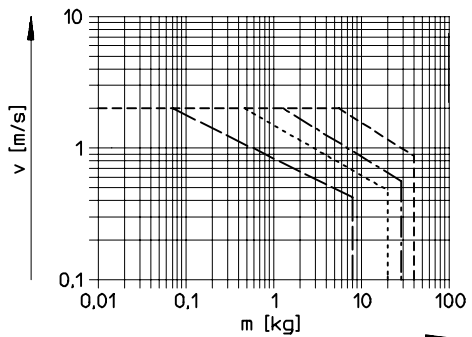

Fig. 24
Sans dispositifs de réception externes, le DGC-... supporte des vitesses et des charges utiles maximales conformément à la Fig. 24 et à la Fig. 25.
- Sans dispositifs de réception externes, un dépassement des valeurs limitées indiquées dans la Fig. 24 et la Fig. 25 peut entraîner la détérioration du DGC-... .